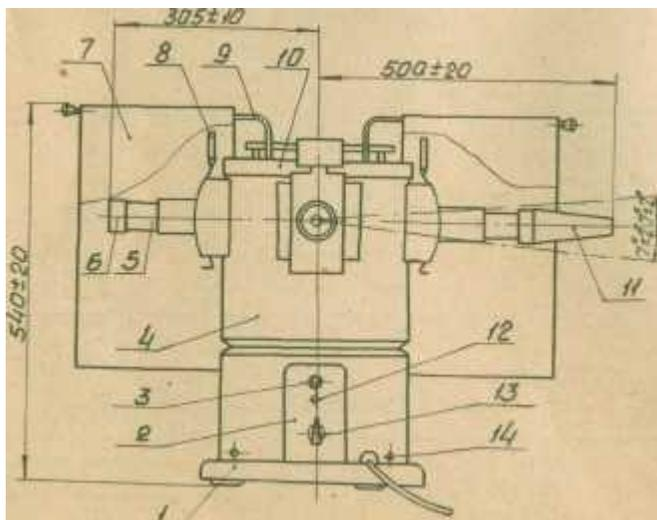
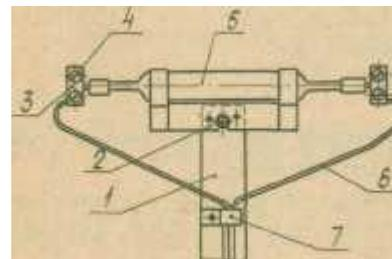

Рис. 1. Общий вид облучателя УГН1
Рис. 2. Установка лампы ДРТ 240
4.1.1. Облучатель (рис. 1) состоит из трех основных узлов: основания 1, кожуха 4 и крышки 10.
4.1.2. Для установки лампы ДРТ (рис. 2):
5.3. Во избежание ожогов при процедурах необходимо следить, чтобы переходник 5 (см. рис. 1) находился в крайнем выдвинутом положении.
7.3. Колпачки 6 (см. рис. 1) замените соответствующими тубусами и приступите к процедуре.
9.1. Для проверки монтажа в электропитающем устройстве: снимите крышку 10 (рис. 1); снимите контакты 3 (см. рис. 2) с лампы 5, отверните слегка винты 4;
отверните винты 14 в нижней части кожуха 4 (см. рис. 1) и снимите его, приподнимая вверх.
9.2. При замене сигнальной лампы отверните колпачок 3 (см. рис. 1), выверните лампу из патрона и замените ее.